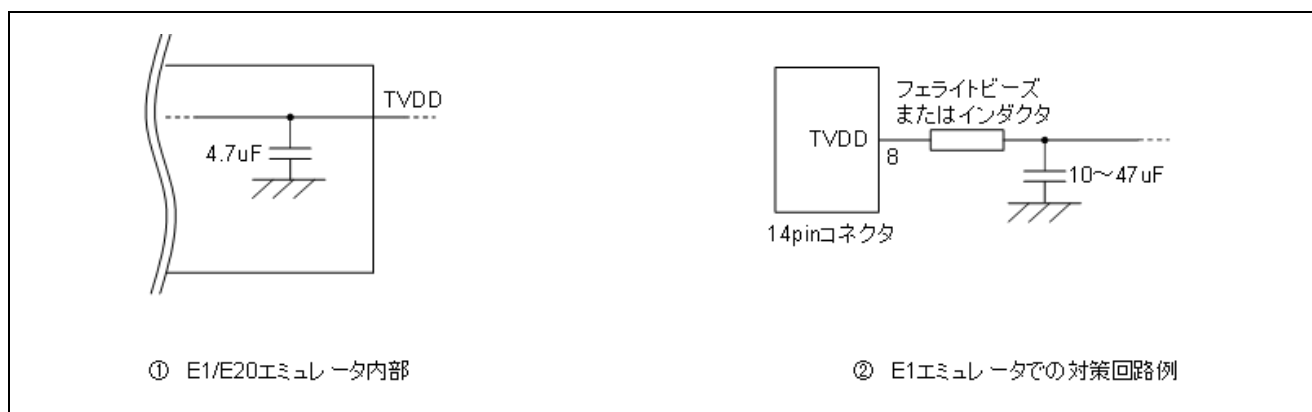

図 2-8 ホットプラグイン向け対策回路
ホットプラグイン接続を行う可能性がある場合には、下記のような回路構成にしておく必要があります。図 2-8 ①のように E1 エミュレータの 8 番ピンには、エミュレータ内部で 4.7 μ F のコンデンサが付いているため、ホットプラグイン接続を行う場合はユーザシステム上の電源電圧が一瞬低下する場合があります。この電圧降下により MCU リセットが発生する可能性があります。図 2-8 ②に示すように、エミュレータ接続コネクタの TVDD ラインの直近にフェライトビーズ(またはインダクタ)と低 ESR で大きめなコンデンサを付けることで症状を軽減することができますが、本対策は、電圧降下を完全に改善するものではありません。なお、ホットプラグイン接続はデバッグ時のみ有効な機能であり、本機能を使用する場合は、別売のホットプラグインアダプタが必要です。